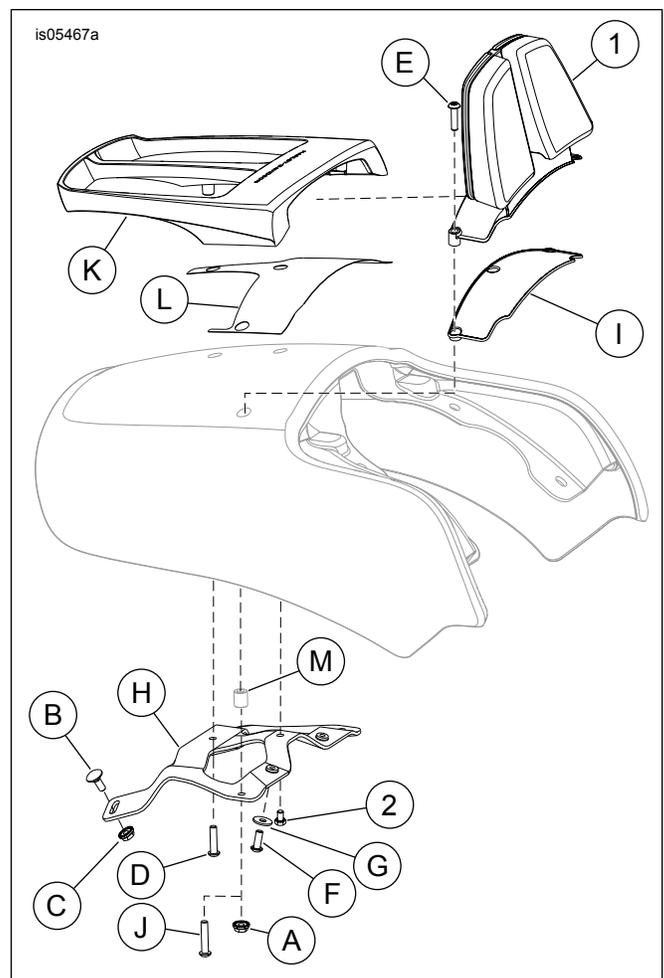

Abbildung 5. Ersatzteile: VRSCF-Soziusbügel
Siehe Abbildung 5 und Tabelle 1.
1. Siehe Abbildung 5. Die Schlossschrauben (B) und Flanschmutter (C) entfernen. Für den Einbau aufbewahren.
2. Schrauben (D, F und J) und Unterlegscheiben (G) entfernen. Für den Einbau aufbewahren.
3. Distanzstücke (M) entfernen. Distanzstücke entsorgen.
4. Befestigungshalterung (H) und Gepäckträger (K) abbauen. Für den Einbau aufbewahren.
6. Siehe Abbildung 5. Den Soziusbügel (1) auf der Gummidichtung (l) anbringen.
8. Die Befestigungslöcher der Stützhalterung (H) mit den Befestigungslöchern des Soziusbügels ausrichten.
9. Siehe Abbildung 5. Die Schraube (2) anbringen und von Hand anziehen.
10. Die beiden Schrauben (E) und Muttern (A) an den äußeren Befestigungspositionen anbringen und von Hand anziehen.
12. Die Schraube (2) auf ein Drehmoment von 10–12 N·m (88–106 **in-lbs**) anziehen.
6. Falls Gepäckträger noch nicht angebracht wurde: Siehe Abbildung 5. Das Schutzklebeband (L) auf die lackierte Oberfläche aufkleben; dabei die gebohrten Löcher zur Ausrichtung verwenden.
7. Siehe Abbildung 5. Den Soziusbügel (1) auf den Gepäckträger (K) schieben.
9. Die Befestigungslöcher der Stützhalterung (H) mit den Befestigungslöchern des Soziusbügels und des Gepäckträgers ausrichten.
10. Siehe Abbildung 5. Die Schraube (D) anbringen und von Hand anziehen.
11. Schraube (2) anbringen. Von Hand anziehen.
12. Die beiden Schrauben (J) an den vorderen Befestigungspositionen anbringen und von Hand anziehen.
14. Die Schraube (2) auf ein Drehmoment von 10–12 N·m (88–106 **in-lbs**) anziehen.
4. Siehe Abbildung 5. Die beiden Schrauben (F) und flachen Unterlegscheiben (G) durch die Löcher in der Sitzschale und in die Anschweißmutter an der Stützhalterung (H) einschrauben. Von Hand anziehen.
7. Siehe Abbildung 5. Die Muttern (C) und Schrauben (F) auf ein Drehmoment von 7–9 N·m (62–80 **in-lbs**) anziehen.